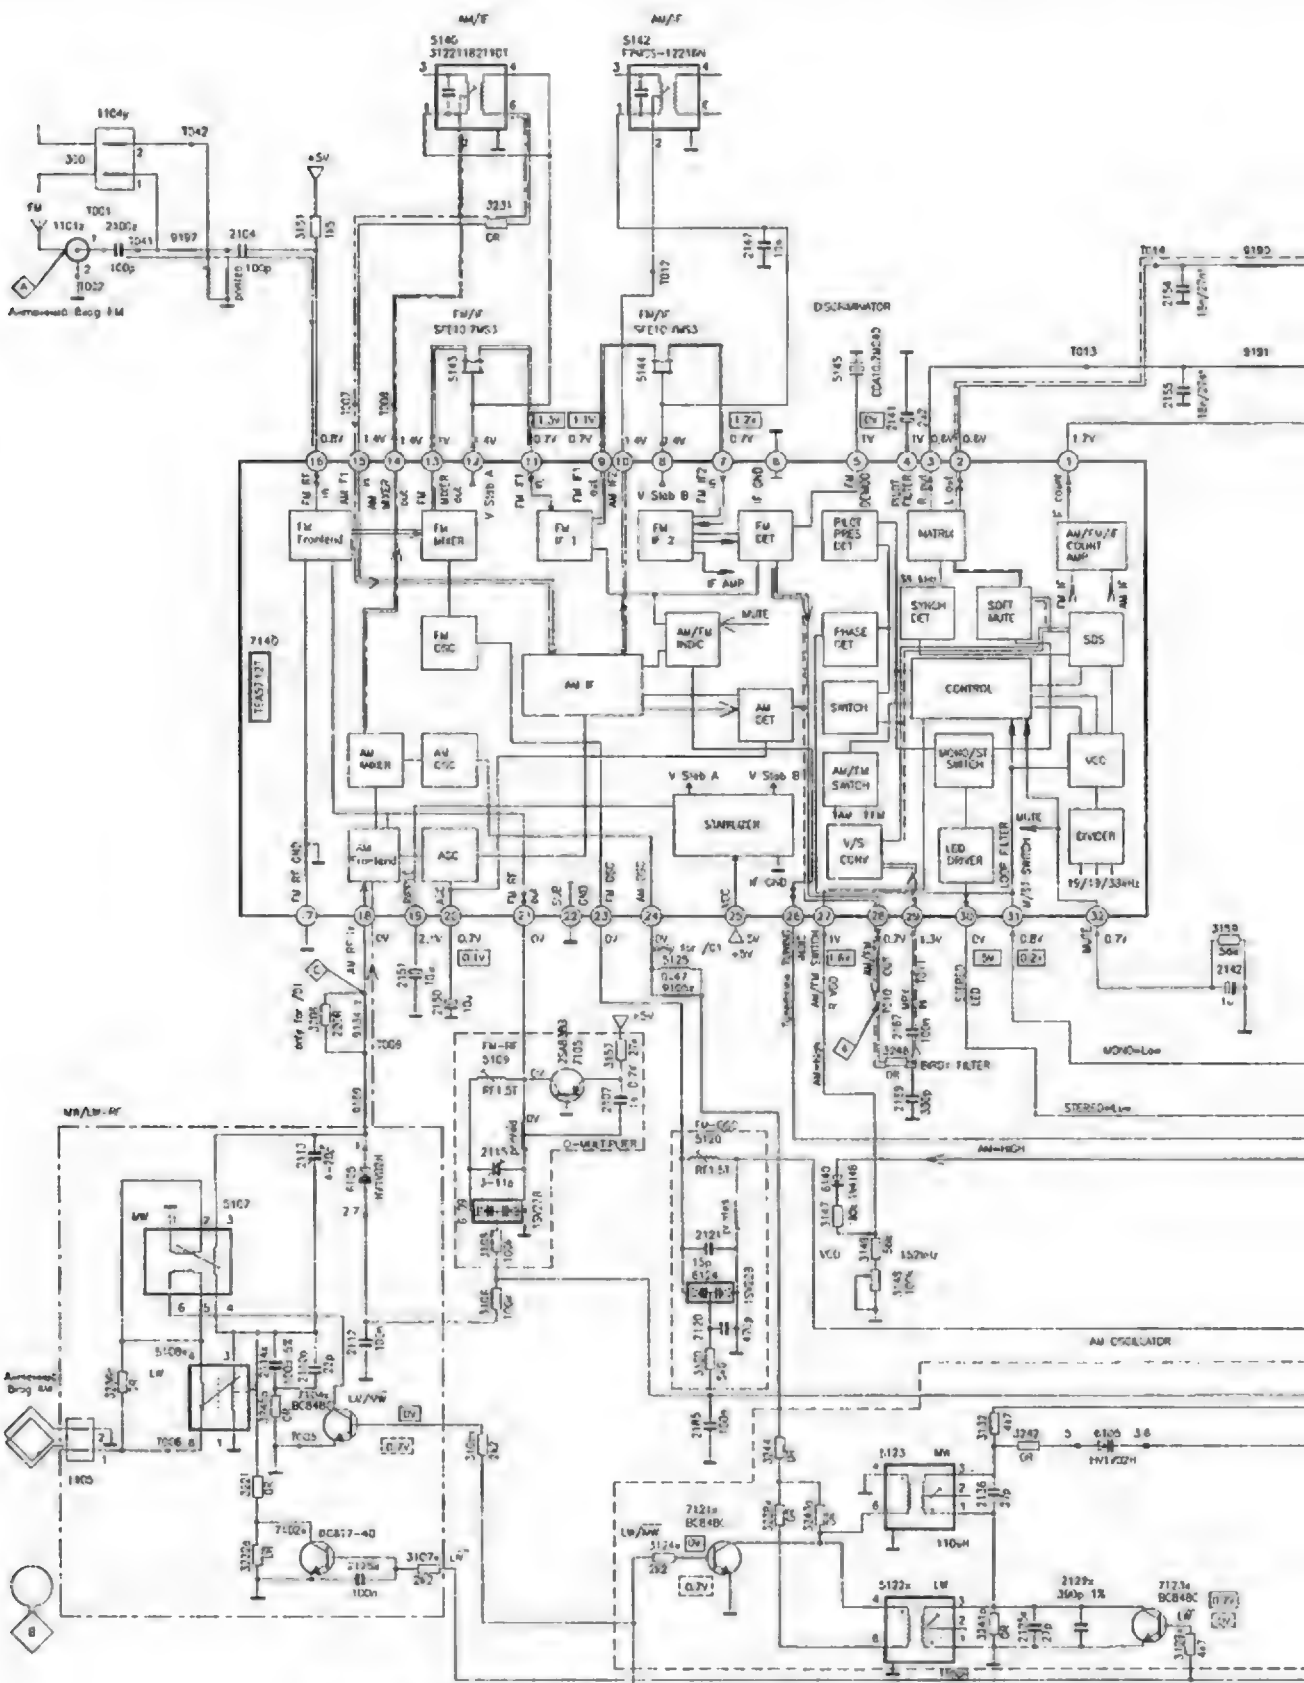

Рис. 2.2. Принципиальная схема тонера UNIT ECO4-VA (1 из 2)
Принципиальные схемы всех блоков, входящих в музыкальный центр PHILIPS FW17, приведены на рис. 2.2, 2.5, 2.7, 2.8, 2.11–2.13 и 2.15. На рис. 2.2 и 2.5 представлены два варианта тюнера AM/FM сигналов, на рис. 2.11 – схема проигрывателя компакт-дисков. Схема магнитофонной панели показана на рис. 2.7 (аналоговая часть) и 2.8 (устройство управления), а схема платы системного контроллера с устройствами индикации и управления – на рис. 2.12. Электрическая схема низкочастотного тракта предварительного усиления и регулировки параметров изображена на рис. 2.13, окончательные
В диапазоне УКВ (FM) входной сигнал с антенны (рис. 2.2) через входную цепь, образованную конденсаторами 2100z, 2104 и катушками индуктивности, выполненными печатным способом, поступает на вход 7140/16 интегральной микросхемы 7140 ТЕА5712Т (рис. 2.3). Табл. 2.1 поясняет назначение выводов этой микросхемы, которая объединяет в себе практически весь тюнер музыкального центра, за исключением цифрового синтезатора, внешних фильтров и коммутирующих транзисторов.